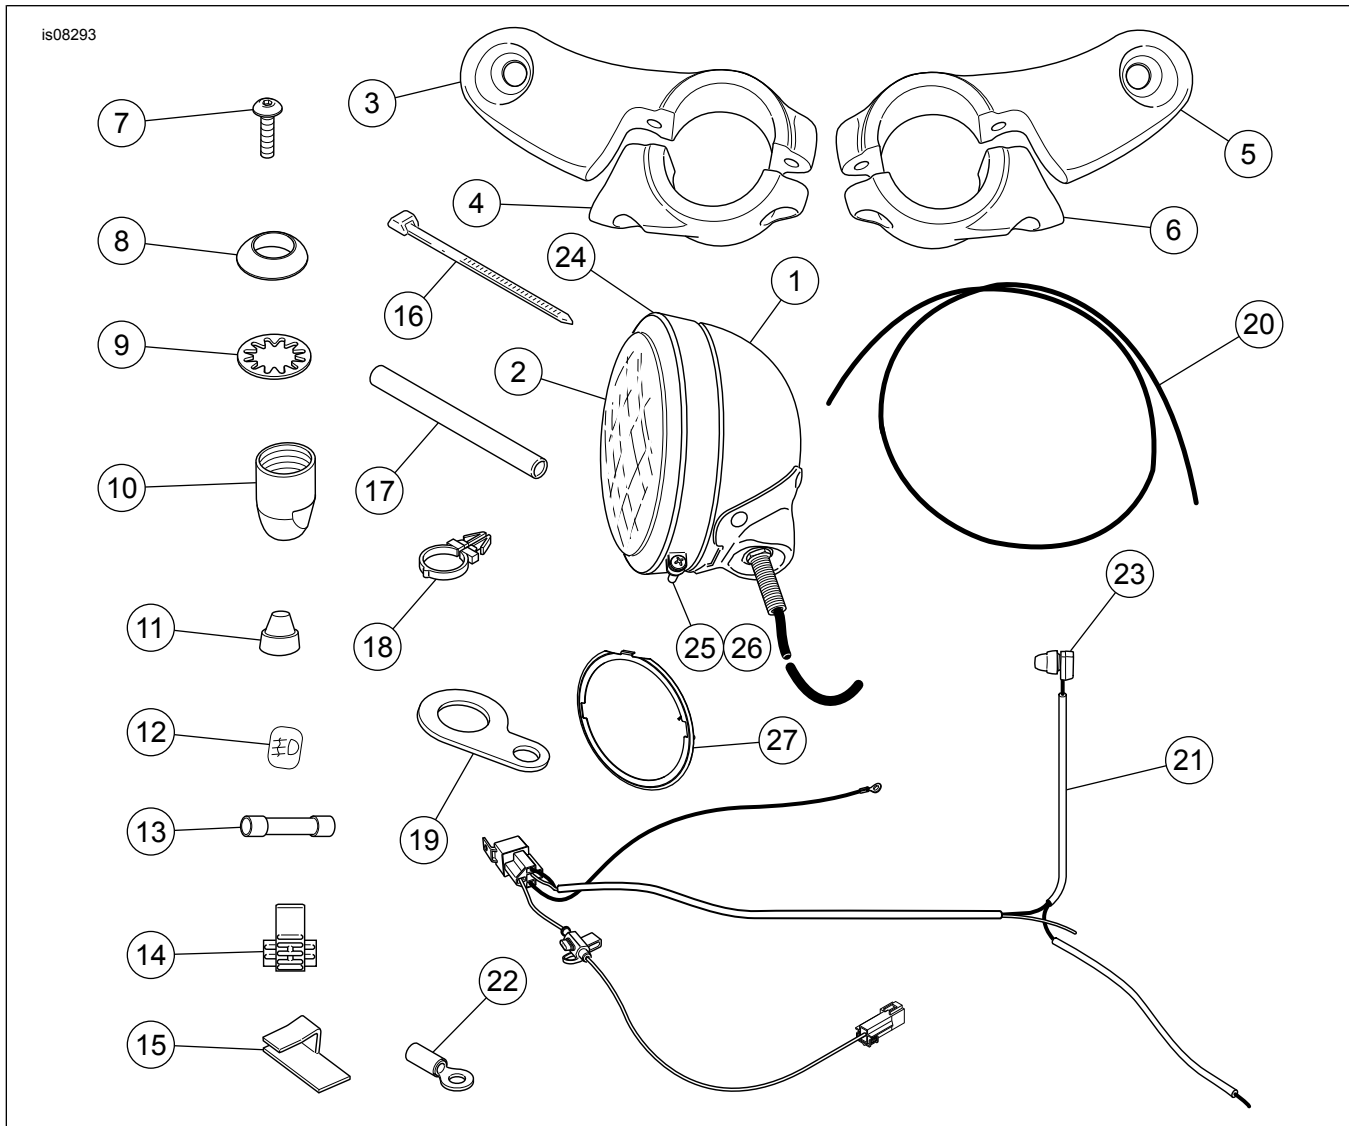

Abbildung 11. Ersatzteile
6. Siehe Abbildung 11. Den äußeren Zierring (24), inneren Feststellring (27), die Schraube (25) und Mutter (26) ausfindig machen.
14. Siehe Abbildung 11. Die Schalterbefestigungshalterung (Teil 19) aus dem Satz nehmen. Die Manschette vom Leuchtschalter abschrauben und den Schalter in die Halterung einbauen. Die Manschette wieder am Schalter anbringen.
16. Siehe Abbildung 11. Den Kabelbaumzweig mit dem Leuchtschalter nach Bedarf mit den Kabelbaumbindern (Teil 18) am Lenker befestigen. Die Kabelbaum Binder in den Löchern im Lenker einschnappen lassen.